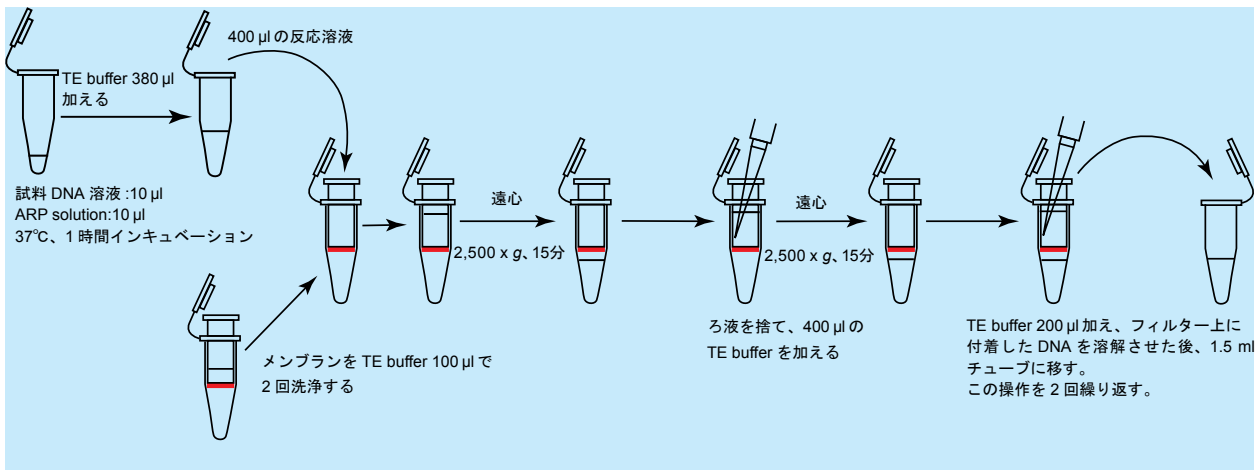

図 2 ARP-DNA の調製法
(2) 操作
- 380  $\mu$ l の TE-buffer を添加後、溶液を Filtration tube に入れる (図 2 を参照)。\*1